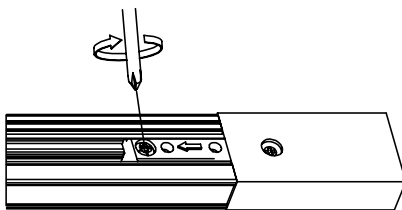

Fig. 12
4. Ensure polarity edges of tracks and connectors align. Insert end feed connector into open end of track and tighten positioning screw. Do not force connector into track (Fig 12).
4. Assurez-vous que les bords polaires des rails et des connecteurs sont bien alignés. Insérez le connecteur d'alimentation dans l'extrémité ouverte du rail et serrez la vis de positionnement. Ne forcez pas le connecteur dans le rail (Fig. 12).